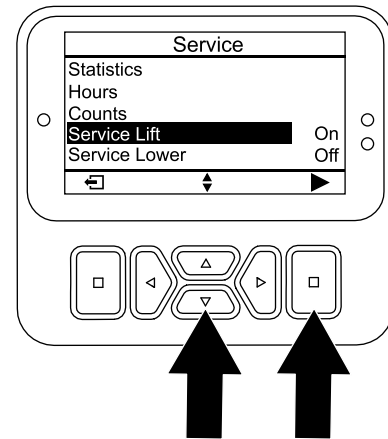

Bild 120
4. Drücken Sie die Taste „nach unten“, bis die Option SERVICE LIFT ausgewählt ist, und drücken Sie dann die Auswahl-taste (Bild 120).